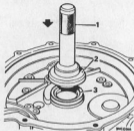

Abb. F.24
48. Neuen Primärrad-Öllichttring mittels Werkzeug 18G 134 und 18G 134BC, Abb. F.24, ins Schwerganggehäuse einsetzen.